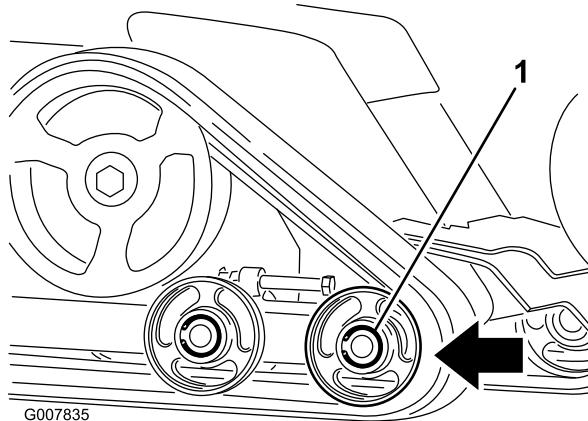

Figura 44
6. Empuje la rueda de rodaje delantera todo lo posible hacia atrás (Figura 44).
8. Una vez retirada la oruga de la rueda de rodaje, retírela de la máquina (Figura 44).
9. Empezando en la rueda motriz, pase la oruga nueva alrededor de la rueda, asegurándose de que los dientes de la oruga encajen entre los espaciadores de la rueda (Figura 44).
10. Introduzca la oruga por debajo y entre las ruedas de rodaje trasera y central (Figura 44).